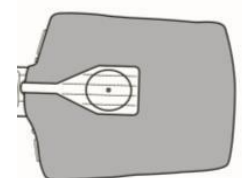

Bild 4
7. Der Gesichtsmasken-Lungenbeutel wird dann auf die Druckplatte gelegt, so dass das auf dem Lungenbeutel aufgedruckte Oval mit der Druckplatte übereinstimmt. (Bild 4)